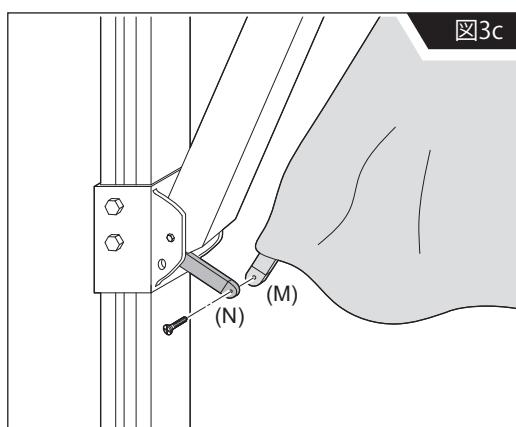
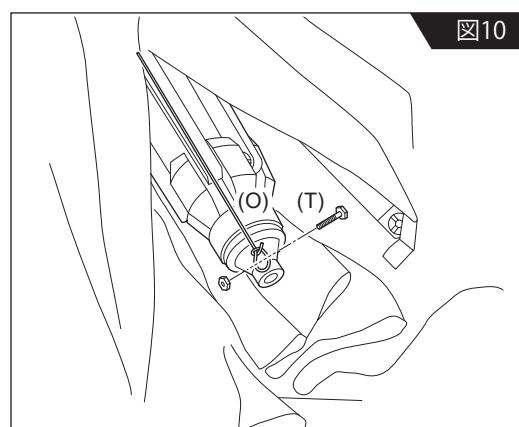
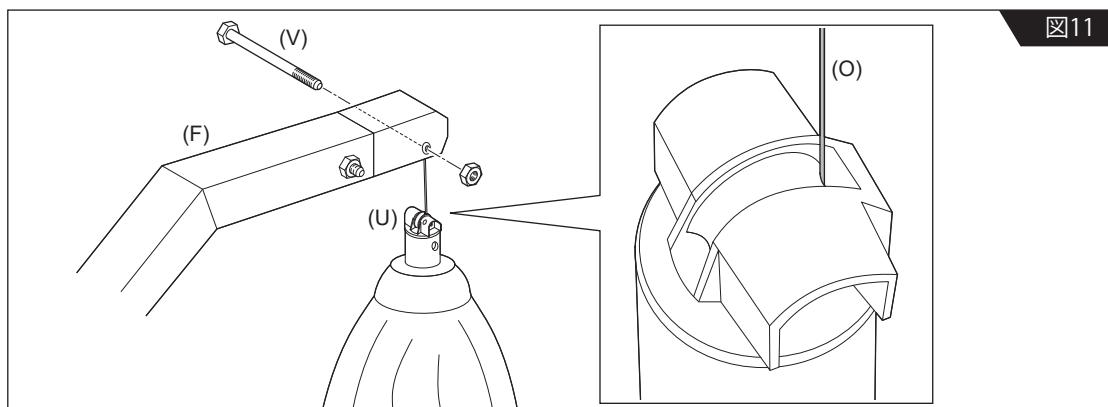

図3c
図10
図11
**構造組立て説明 (図3、図3a、図3b、図3c参照)**
## ■ 本体からのアンブレラの撤去(図3c、図10、図11参照)
**重要** 操作の前に、アンブレラを水平位置にし、アンブレラ・シートを閉じておいてください。また、ネジをゆるめて本体接続の取付部(N)から、骨(M)を外しておいてください。(図3c)
1. ボルト(T)を外してワイヤー(O)をゆるめます。(図10)
3. アンブレラ本体(F)からボルト(V)を外し、ワイヤー(O)を本体シート管(U)から抜き取ります。(図11)